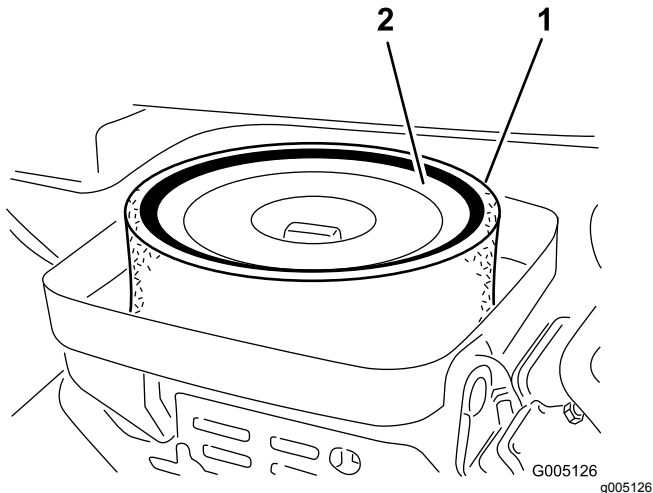

Bild 25
3. Entfernen Sie die Flügelmutter, mit der die Einsätze am Luftfiltergehäuse befestigt sind (Bild 25).
4. Nehmen Sie einen verschmutzten Schaumeinsatz vorsichtig vom Papiereinsatz ab (Bild 25). Reinigen Sie ihn gründlich wie folgt: